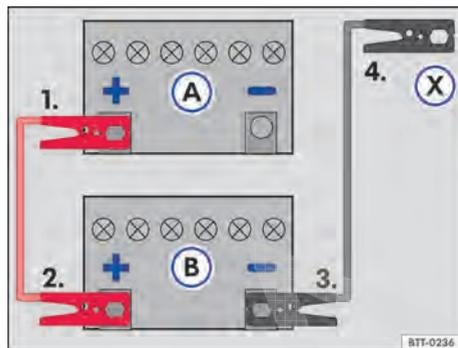

Fig. 154 Esquema para a conexão dos cabos auxiliares de partida: bateria do veículo descarregada (A) e bateria do veículo fornecedora de corrente (B).
Legenda para → Fig. 154:
- Conectar uma extremidade do cabo auxiliar de partida *vermelho* ao polo positivo → Fig. 154 (+) do veículo com a bateria do veículo descarregada (A) → ⚠.